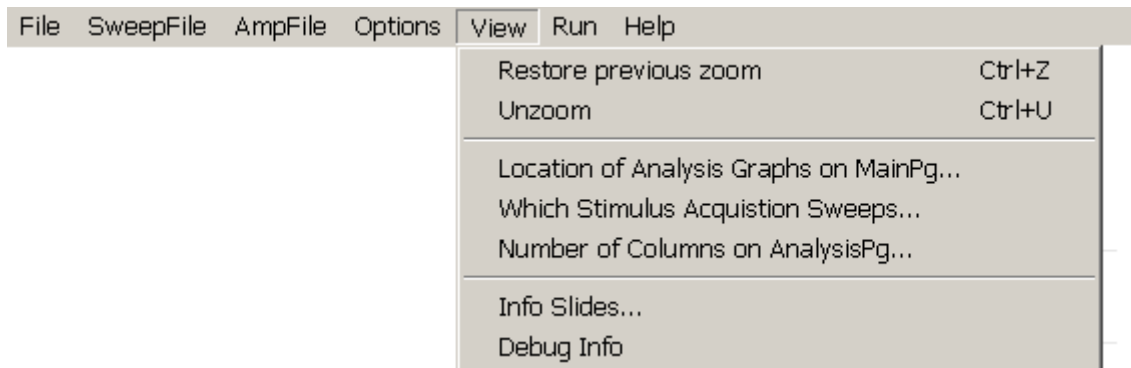

Fig. 3.2.5. View Menu.
- 5) **V**iew Menu (Fig. 3.2.5)